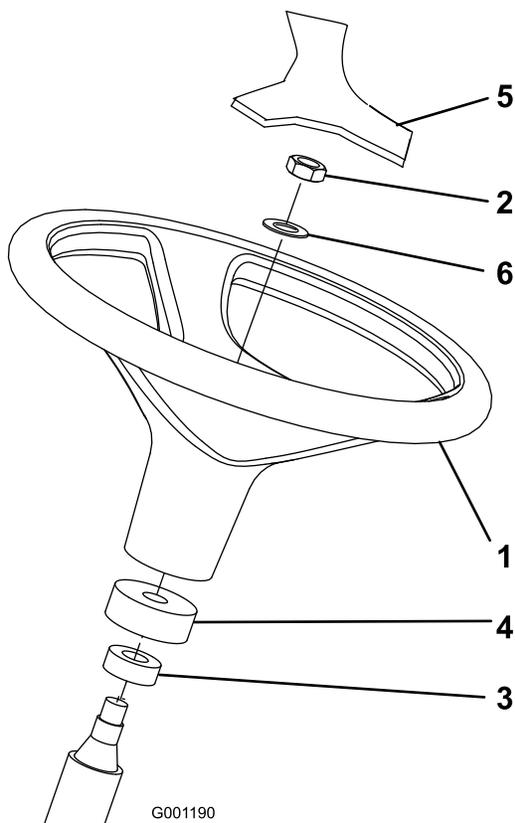

Figura 3
1. Retire o volante do patim de envio (Figura 3).
**Nota:** Certifique-se de que o anel de esponja e cobertura de resguardo estão montados na coluna de direção (Figura 3).
3. Encaixe o volante e anilha na coluna de direção (Figura 3).
5. Monte a tampa no volante (Figura 3).